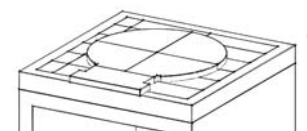

Fig.4
4. Disporre a secco gli elementi del **piano di cottura** accostandoli al centro (Fig.4).